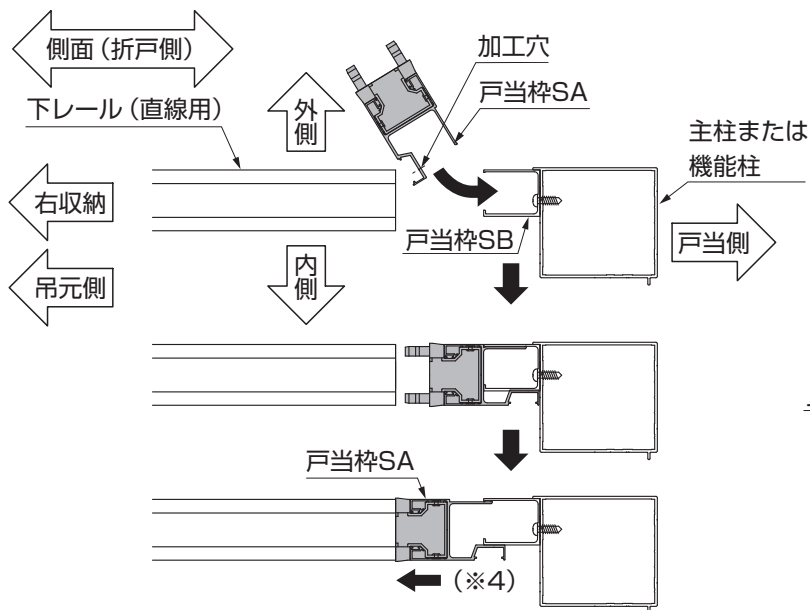

図10-1
- 戸当枠SAを、戸当枠SBに差込んで、上レールAに突き当てたのち(※3)、戸当枠SAを吊元側に引き戻して(※4)取付けてください。(図10-1、図10-2参照)